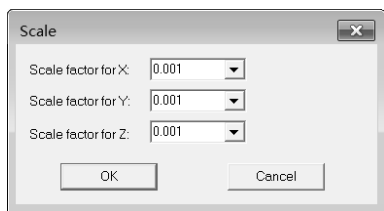

图 19-77 调整模型比例
Step10：模型调整。如图 19-77 所示，在弹出的对话框中输入三个方向的比例均为 0.001，单击 OK 按钮。